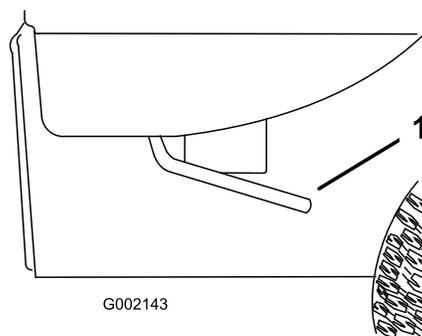

Figura 26
1. Alzate le leve ai lati del cassone e sollevatelo (Figura 26).